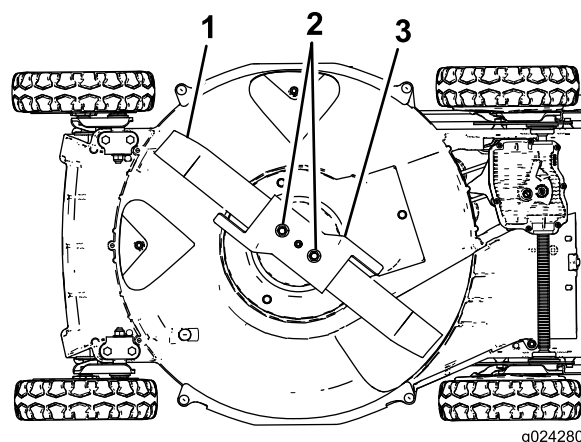

Figura 25
5. Vuelque la máquina hacia su lado **derecho** (limpiador de aire hacia arriba), según se muestra en Figura 25.